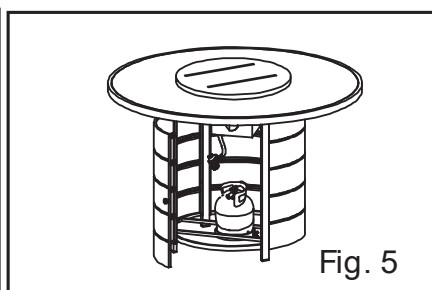

Fig. 5
2) Installez la bouteille sur le support à bouteille. Consultez la fig. 5.